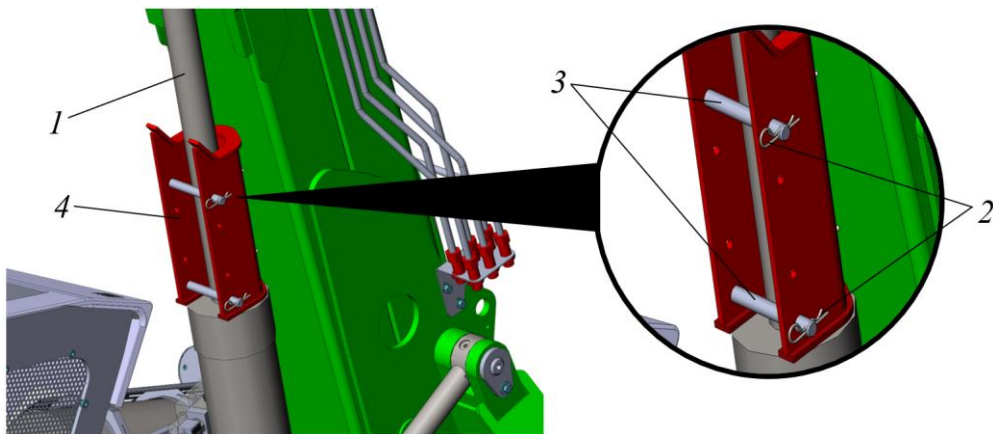

Рисунок 5.6. Монтаж стопора на шток гидроцилиндра
- ▶ Поднять стрелу вверх до упора, см. рис. 5.6;
- ▶ Установить стопор 4 на шток гидроцилиндра 1 и зафиксировать его на штоке при помощи пальцев 3 и шплинтов 2, см. рис. 5.6.